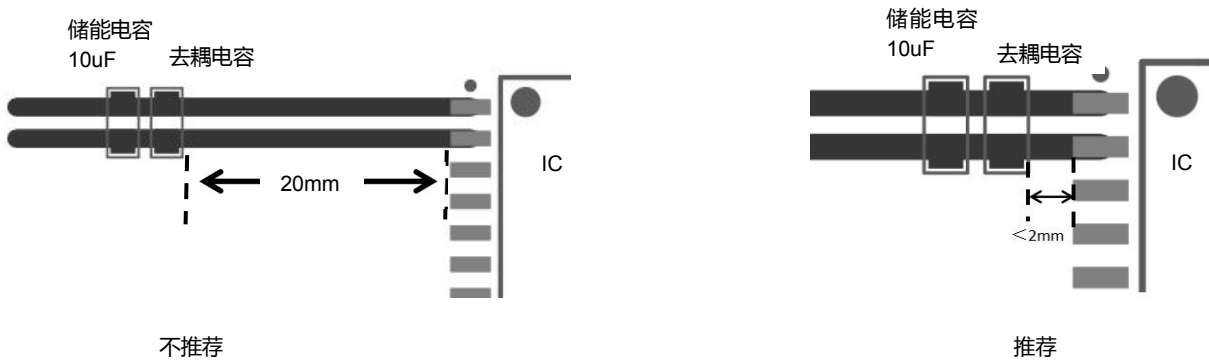

图 14-1
1、VCC 与 GND1、VISO 与 GND2 的去耦电容及储能电容应尽可能摆放在靠近芯片引脚的位置，已减少环路面积和 PCB 走线的寄生电感。一般应控制在 2mm 以内。去耦电容放在靠近芯片的位置，储能电容放在外侧。如下图 14-1 所示。